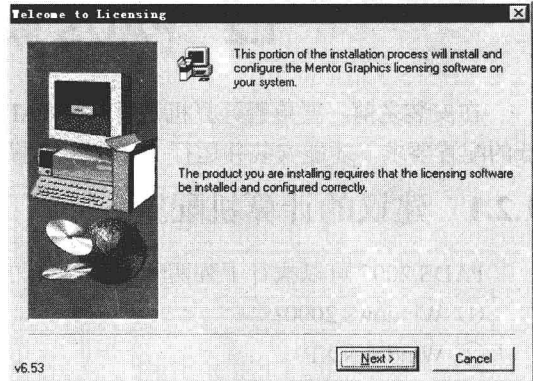

图 1-2 “Welcome to Licensing” 对话框
② 单击 “Install License Server” 图标, 弹出 “Welcome to Licensing” 对话框, 表示要安装相应的 Licensing 软件到系统中, 如图 1-2 所示。